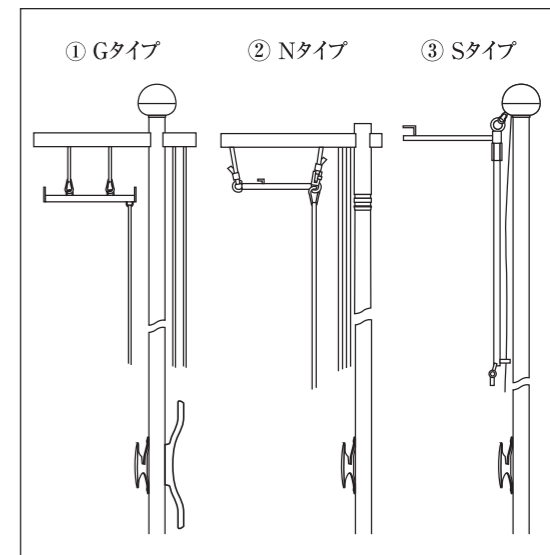

図1. ポール
- 1) ご使用の旗ポールはどんなタイプですか? (図1参照)
①Gタイプ ②Nタイプ ③Sタイプ